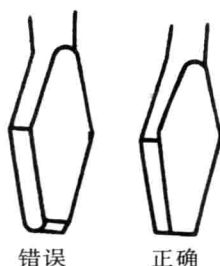

图 1-1 起子头部
- (1) 起子大小要与螺钉槽大小配套。
- (2) 头部不应有倒角(如图 1-1)。
- (3) 电工禁止使用穿心起子(即起子金属杆一直通至手柄尾部的起子)。